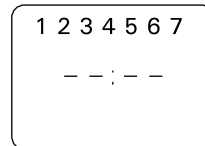

Рисунок 10.
- для подтверждения выбора однократно нажмите кнопку программирования [Ch1], после чего дисплей выглядит, как на рисунке. (Рис. 10)